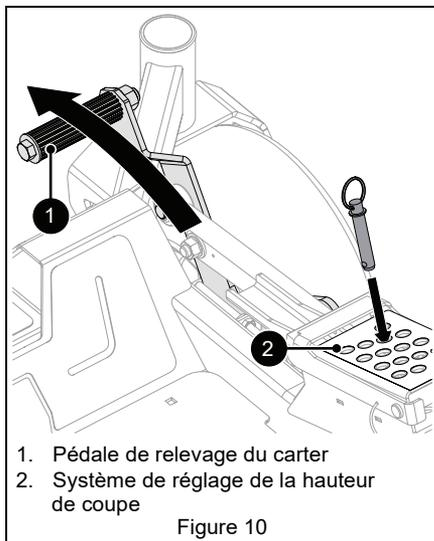

Figure 10
5. Régler la hauteur de coupe. Voir Figure 10.